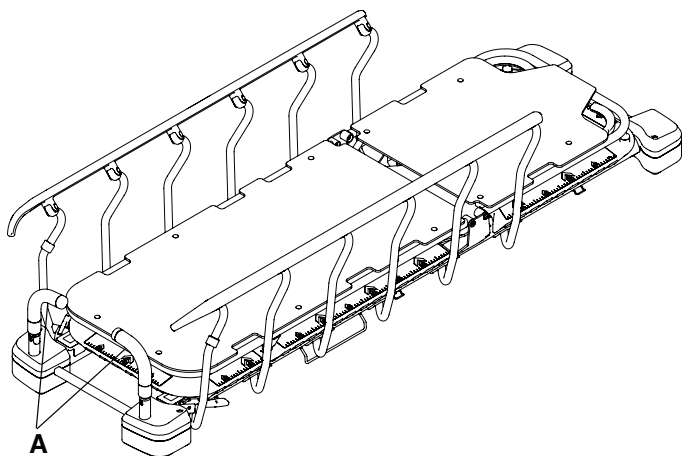

Figura 8 – Poziționarea manetelor de împingere de la capătul pentru picioare
1. Trageți direct în sus, pe rând, de manetele de împingere de la capătul pentru picioare (A) (Figura 8).
2. Rotiți manetele de împingere de la capătul pentru picioare (A) în poziția de utilizare.